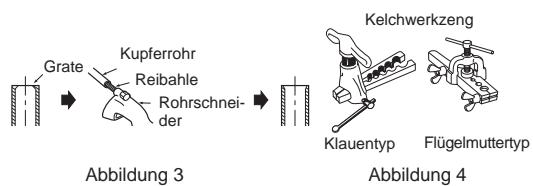

Abbildung 3
- 2) Entfernen Sie sorgfältig alle Grate vom abgeschnittenen Rohrquerschnitt. (Abbildung 3)